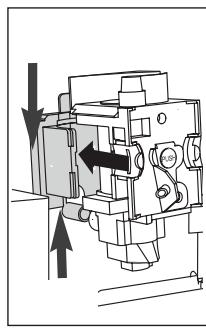

Fig. 42
- ▶ Dopo la pulizia, reinserire l'infusore (A5) infilandolo nel supporto e sul perno in basso quindi premere sulla scritta PUSH fino a sentire il clic di aggancio (Fig. 42).